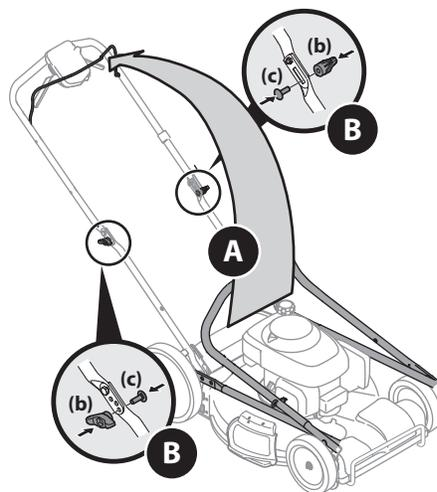

Figure 2-2
4. Relevez la partie supérieure du guidon à la position de fonctionnement comme indiqué dans la Figure 2-2. Assurez-vous que la partie inférieure du guidon est bien insérée dans les supports du guidon.
5. Insérez les écrous papillon (b) et les boulons de carrosserie (c) retirés à l'étape 2 dans les trous inférieurs de la poignée. Voir Figure 2-2.